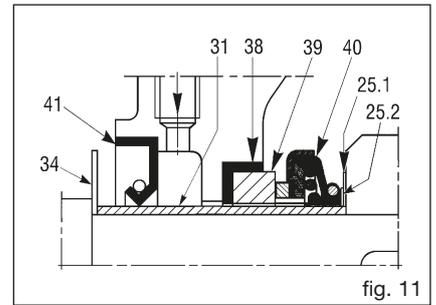

fig. 11
- Em todos os modelos, a distância entre a parte superior das pás do rotor e o plano do disco de desgaste deve ser de 0,3 a 0,6 mm (fig. 19). No modelo de 12", a distância requisitada entre o rotor e os discos de desgaste anterior e posterior deve haver valores de 0,6 a 1 mm, (Fig. 22). Para isto, as quotas A e B na Fig. 17, 18, 20, 21 devem ser semelhantes o mais que possível. Para esta finalidade, utilizar os anéis de compensação (25.2), (Fig. 11) fornecidos com a vedação de reposição. Estes anéis são utilizados para mover para a frente o rotor se estiver muito distante do disco de desgaste frontal ou muito longe do posterior (quando houver). Os anéis de compensação devem ser montados entre o anel de sustentação da vedação (25.1), (Fig. 11) e o rotor.